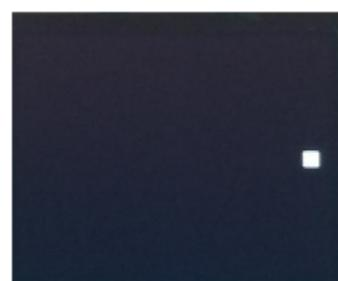

fig 1-1
1. Wenn der Handtuchwärmer mit Strom versorgt wird, erscheint ein kleines Quadrat auf dem LCD-Bildschirm (fig . 1-1).